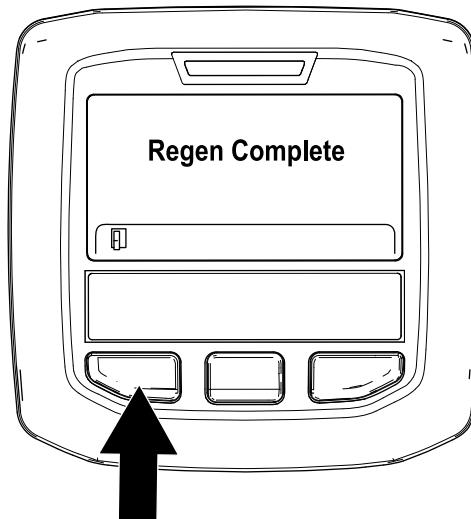

Figura 42
9. Cuando la regeneración en estacionamiento se haya completado, en el InfoCenter se muestra el mensaje “Regeneración completada”. Pulse el botón izquierdo para salir de la pantalla de inicio (Figura 42).